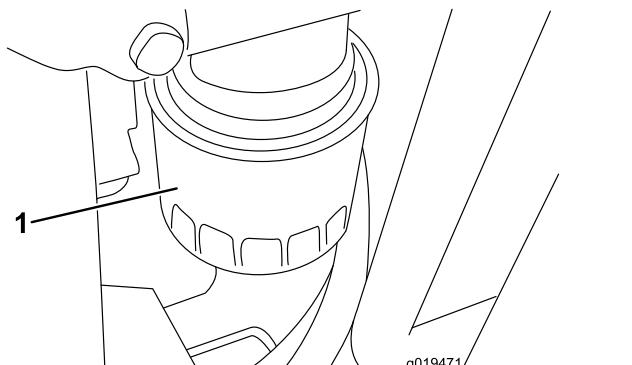

Figura 52
2. Retire o filtro do óleo (Figura 52). Aplique uma leve camada de óleo limpo no vedante do filtro novo antes de o montar. Não aperte demasiado o filtro.